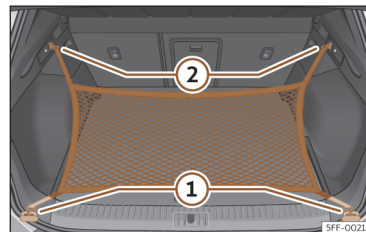

Fig. 190 Na bagageira: argolas ① e ganchos ② para fixar o saco de rede.
- Fixe os ganchos curtos da rede nas argolas de fixação >>> **Fig. 190 ① >>> ⚠.** O fecho de correr do saco deve ficar voltado para cima.
- Fixe as fitas nos ganchos para prender sacos ②.